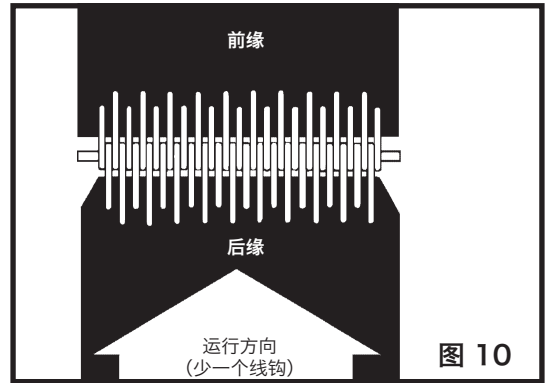

图 10
2. 输送带后端的线钩数量应该比前端少一个（参见图 10）。这可以防止线钩卡在输送机机架中并防止其被拉出。安装线钩后，后端边角应进行斜切，防止输送带出现裂口/撕裂。